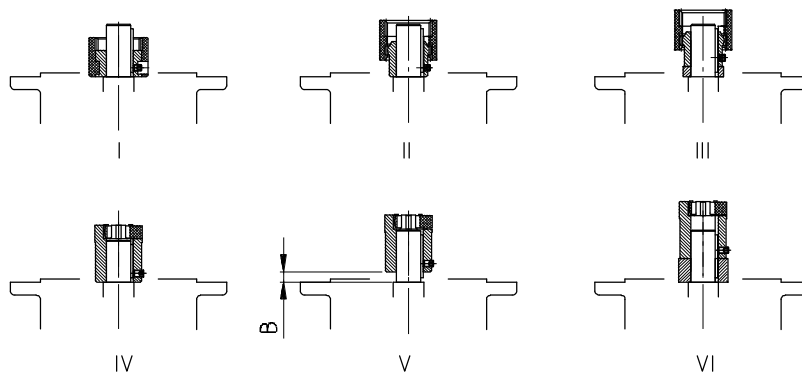

Рис. 3-10. Установка муфты на вал двигателя при различных конструкциях муфты
3. Насадить соединительную втулку на вал двигателя согласно указаниям изготовителя двигателя до упора в буртик. Если прилагаются распорные втулки, то у двигателя типоразмеров 160, 180 и 225 их следует установить между соединительной втулкой и буртиком. У стандартных цилиндрических редукторов следует принять во внимание размер В между соединительной втулкой и буртиком (см. рис. 3-10).
6. Смонтировать двигатель на адаптере, не забыв при этом установить прилагаемый зубчатый венец или прилагаемую зубчатую гильзу (см. рис. 3-10).